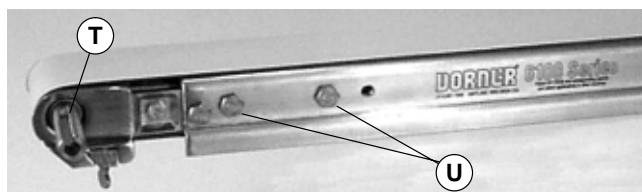

Abbildung 3
2. Antriebswelle ausfindig machen (T siehe Abbildung 3) und zwei (2) Schrauben entfernen (U).